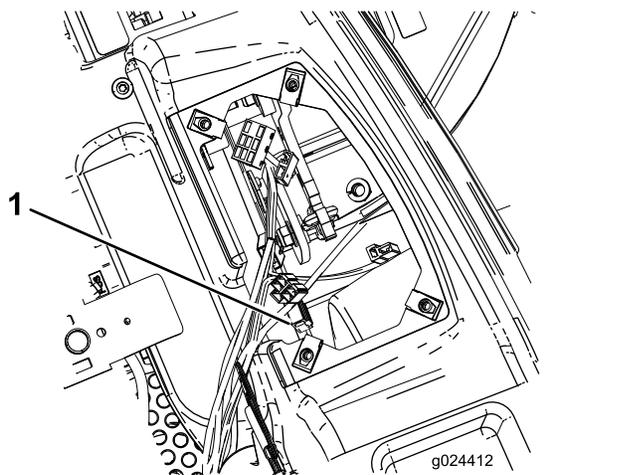

Figure 48
3. Tirez le fusible du moteur bien droit hors du porte-fusibles (Figure 48).